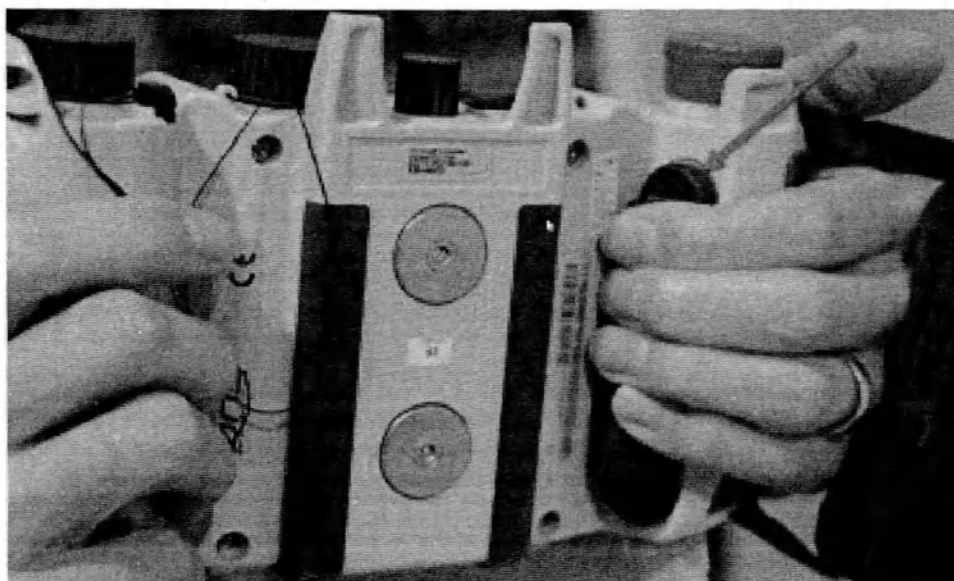

Рисунок 195. Портативная панель управления PPS — выключатель разрешения движения
2. Удерживая нажатой выключатель разрешения движения, включите движение PPS, как показано на рис. 195.